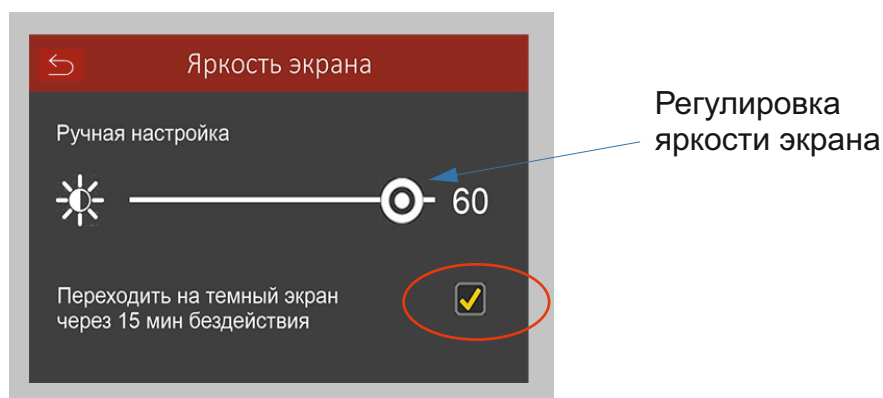

Рис.24
7.7.1 Меню экран устанавливает яркость подсветки, а также разрешает переход на экран заставки со сниженной яркостью в моменты бездействия экрана контроллера см.рис.24, 25.